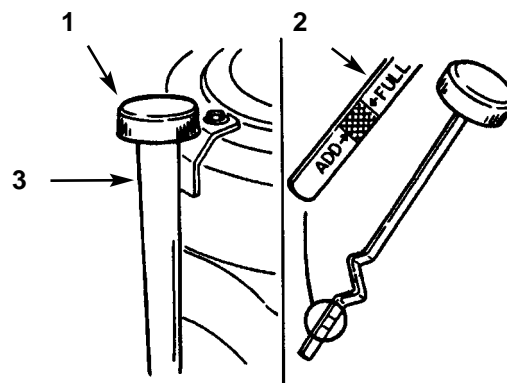

Bild 20
4. Den Ölmeßstab abschrauben und das Metallende sauberwischen (Bild 20)
Den Ölmeßstab ganz in das Ölfüllrohr einschrauben (Bild 20). Den Ölmeßstab nochmals herausschrauben und das Metallende betrachten. Bei niedrigem Ölstand, langsam genug Öl in das Füllrohr einfüllen, bis der Ölstand die "VOLL"-Markierung erreicht.
7. Langsam ca. 80% der vorgeschriebenen Ölmenge in den Füllstutzen eingießen (Bild 20). Dann den Ölstand kontrollieren; siehe *Kontrolle des Ölstands*. Langsam mehr Öl einfüllen, bis der Ölstand die "FULL"-Markierung am Meßstab erreicht.